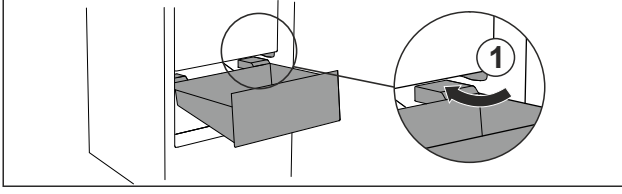

Fig. 69
- ▶ Çekmeceyi eğik bir şekilde durdurucuların Fig. 69 (1) etrafından döndürün.